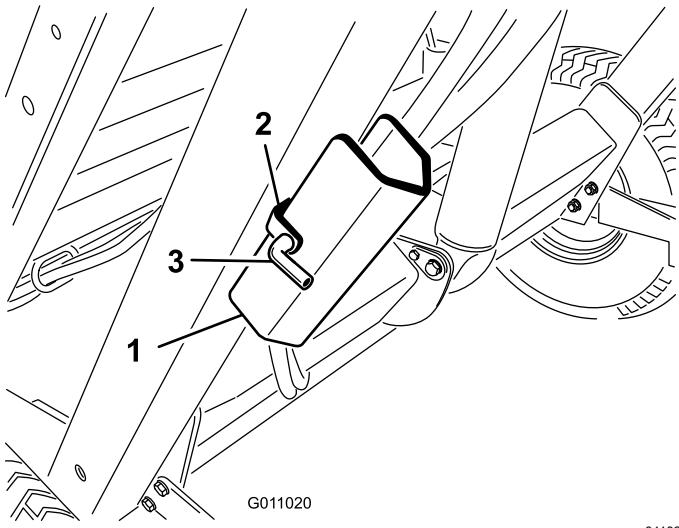

Figure 26
- Retirez la goupille fendue et la goupille de fixation du support de sécurité au support de rangement sur le cadre de la machine (Figure 26). Retirez le support de sécurité.